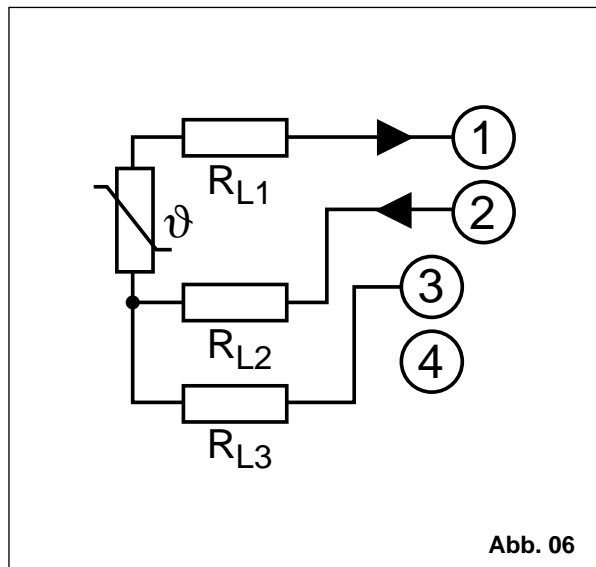

Abb. 06
b) 3-Leiter-Anschluß (Abb. 06)